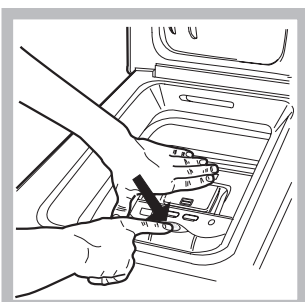

рис. 2
### Б) Затем, используя обе руки, откройте барабан, как пока зано на (рис. 2):
- Нажмите кнопку, обозначенную стрелкой на рис. 2, слегка вниз,